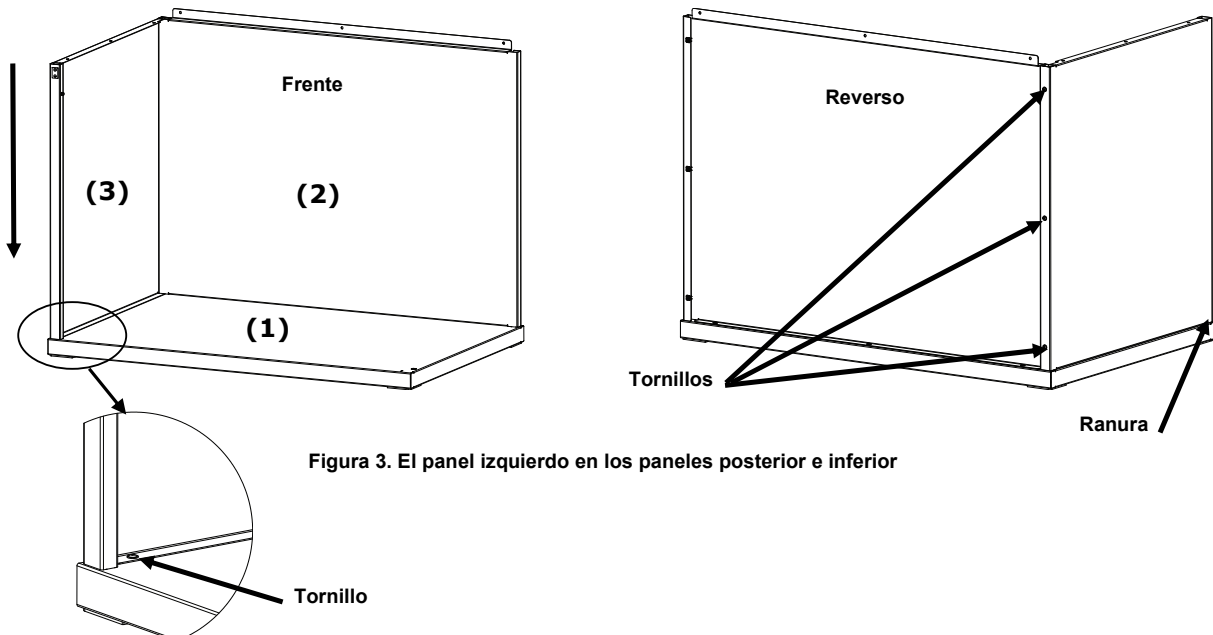

Figura 3. El panel izquierdo en los paneles posterior e inferior
3. Mientras sujete el panel trasero (2), coloque el panel izquierdo (3) con el lado liso hacia fuera sobre el borde superior del panel trasero (2).
4. Deslice el panel izquierdo (3) hacia abajo a lo largo de la canaleta de interconexión hasta que la lengüeta frontal del panel izquierdo (3) se inserte en el panel inferior (1). Fije el panel izquierdo (3) al panel inferior y al panel trasero con los cuatro tornillos, tal como se muestra en la Figura 3.